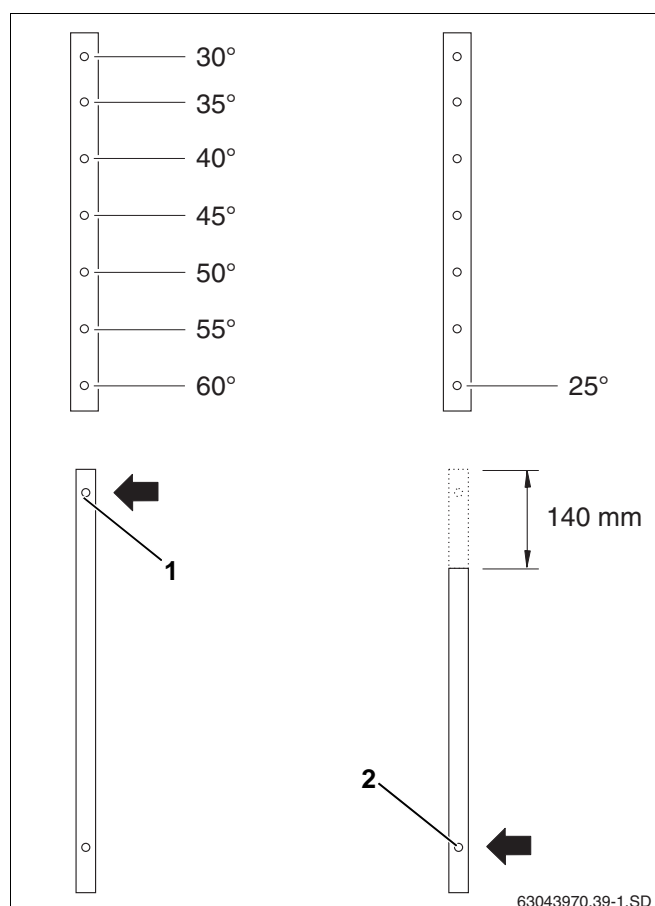
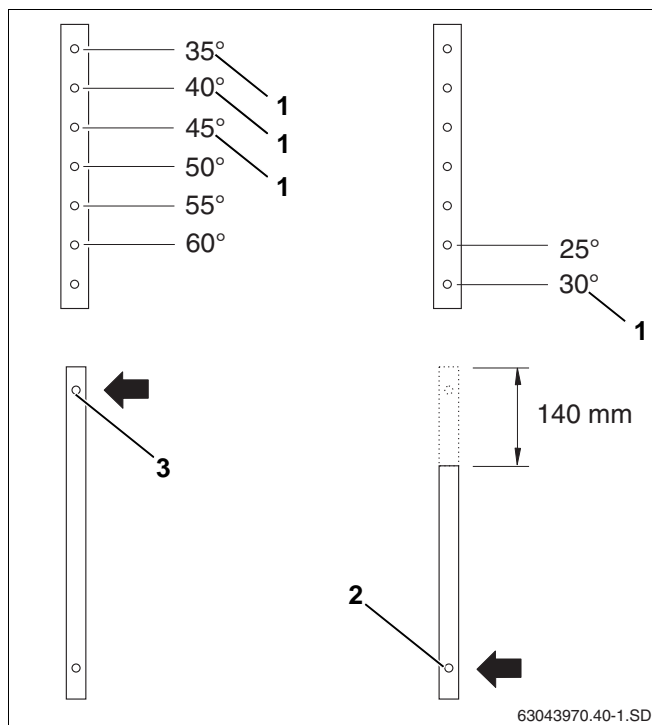

Bild 12 Ställa in lutningsvinkel för lodräta solpaneler
Bild 13 Ställa in lutningsvinkel för vårgäta solpaneler
- ▶ Välj hål för övre och undre teleskopskenan enligt bild 12 och bild 13.
Vid lodrät montering för solpanelsvinkel 30° till 60° ska det översta hålet i den undre teleskopskenan (bild 12, **pos. 1**) användas.
För lutningsvinkel 25° måste du förkorta den undre skenan upptill med 140 mm och använda det undre hålet (bild 12, **pos. 2**).
Vid vågrät montering för solpanelsvinkel 35° till 60° ska det översta hålet i den undre teleskopskenan (bild 13, **pos. 3**) användas.
För lutningsvinkel 25° och 30° måste du förkorta den undre skenan upptill med 140 mm och använda det undre hålet (bild 13, **pos. 2**).
- ▶ Vid fasadmontering får endast positionerna för solpanelslutningsvinkel 30°, 35°, 40° och 45° användas (bild 13, **pos. 1**).